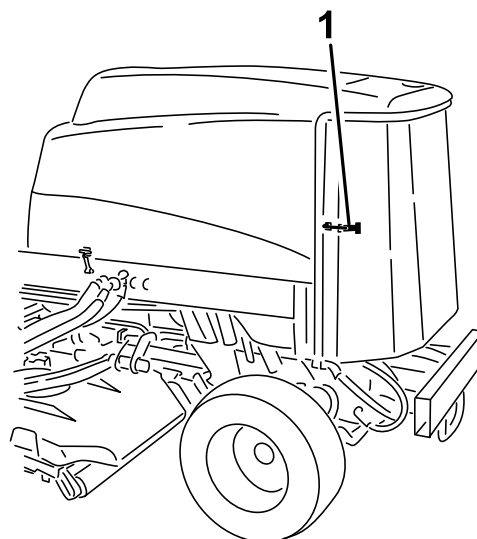

Рисунок 64
1. Откройте защелку и откиньте заднюю решетку (Рисунок 64).